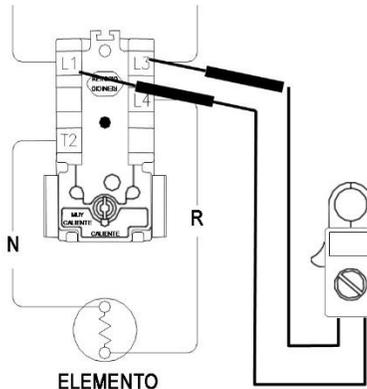

Ilustración 8
4. Verifique los terminales L1 y L3 del termostato (consulte la Ilustración 8).